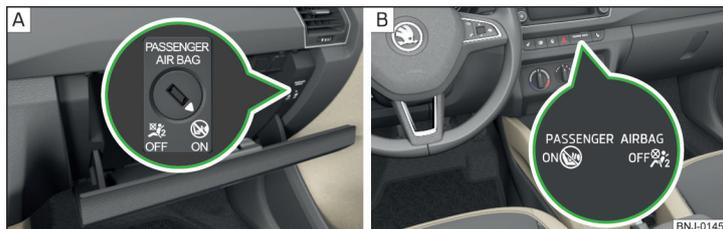

Fig. 12 Commutateur à clé pour l'airbag frontal du passager avant/voyant pour l'airbag frontal du passager avant
- ▶ Le voyant **OFF**  sous l'indication **PASSENGER AIRBAG** » fig. 12 à la page 22 - [B] s'allume à la mise du contact. ▶
- À l'aide de la clé, amenez la fente du commutateur à clé sur la position **OFF** » fig. 12 - [A].
- Vérifiez si, après avoir mis le contact, le voyant **OFF** est allumé sous l'inscription **PASSENGER AIRBAG** » fig. 12 - [B].
- À l'aide de la clé, amenez la fente du commutateur à clé sur la position **ON** » fig. 12 - [A].
- Vérifiez si, après avoir mis le contact, le voyant **ON** est allumé sous l'inscription **PASSENGER AIRBAG** » fig. 12 - [B].